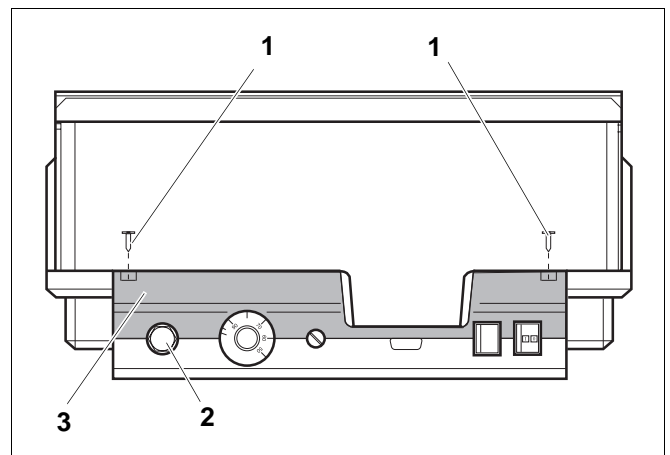

Abb. 2 Regelgerät Logamatic 4...
- Zur Einstellung der geforderten Temperaturen muss der Sicherheitstemperaturbegrenzer (STB) (Abb. 2, **Pos. 2**) aus dem Gehäuse herausgenommen werden.
- Um den Sicherheitstemperaturbegrenzer auszubauen, müssen die beiden Schrauben (Abb. 2, **Pos. 1**) herausgedreht werden.
- Nehmen Sie den Deckel (Abb. 2, **Pos. 3**) ab.
- Schrauben Sie die Schutzkappe (Abb. 2, **Pos. 2**) ab.